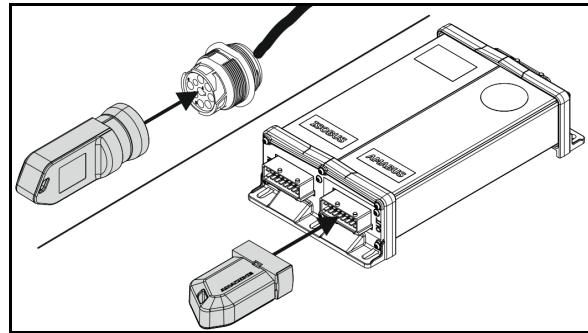

Fig. 30
5. Styrbare bremseruller (Fig. 30/1) foran
- o Monter, og sikre med splint (Fig. 30/2), hhv.
6. Faste ruller (Fig. 30/3) bak
- o Monter, og sikre med saksepinne (Fig. 30/4) i de nederste frigjøringshullene,
Når de faste rullene monteres, må du passe på at boltene (Fig. 30/5) griper gjennom boringen til rammen og dermed holder rullene i lengderetningen.